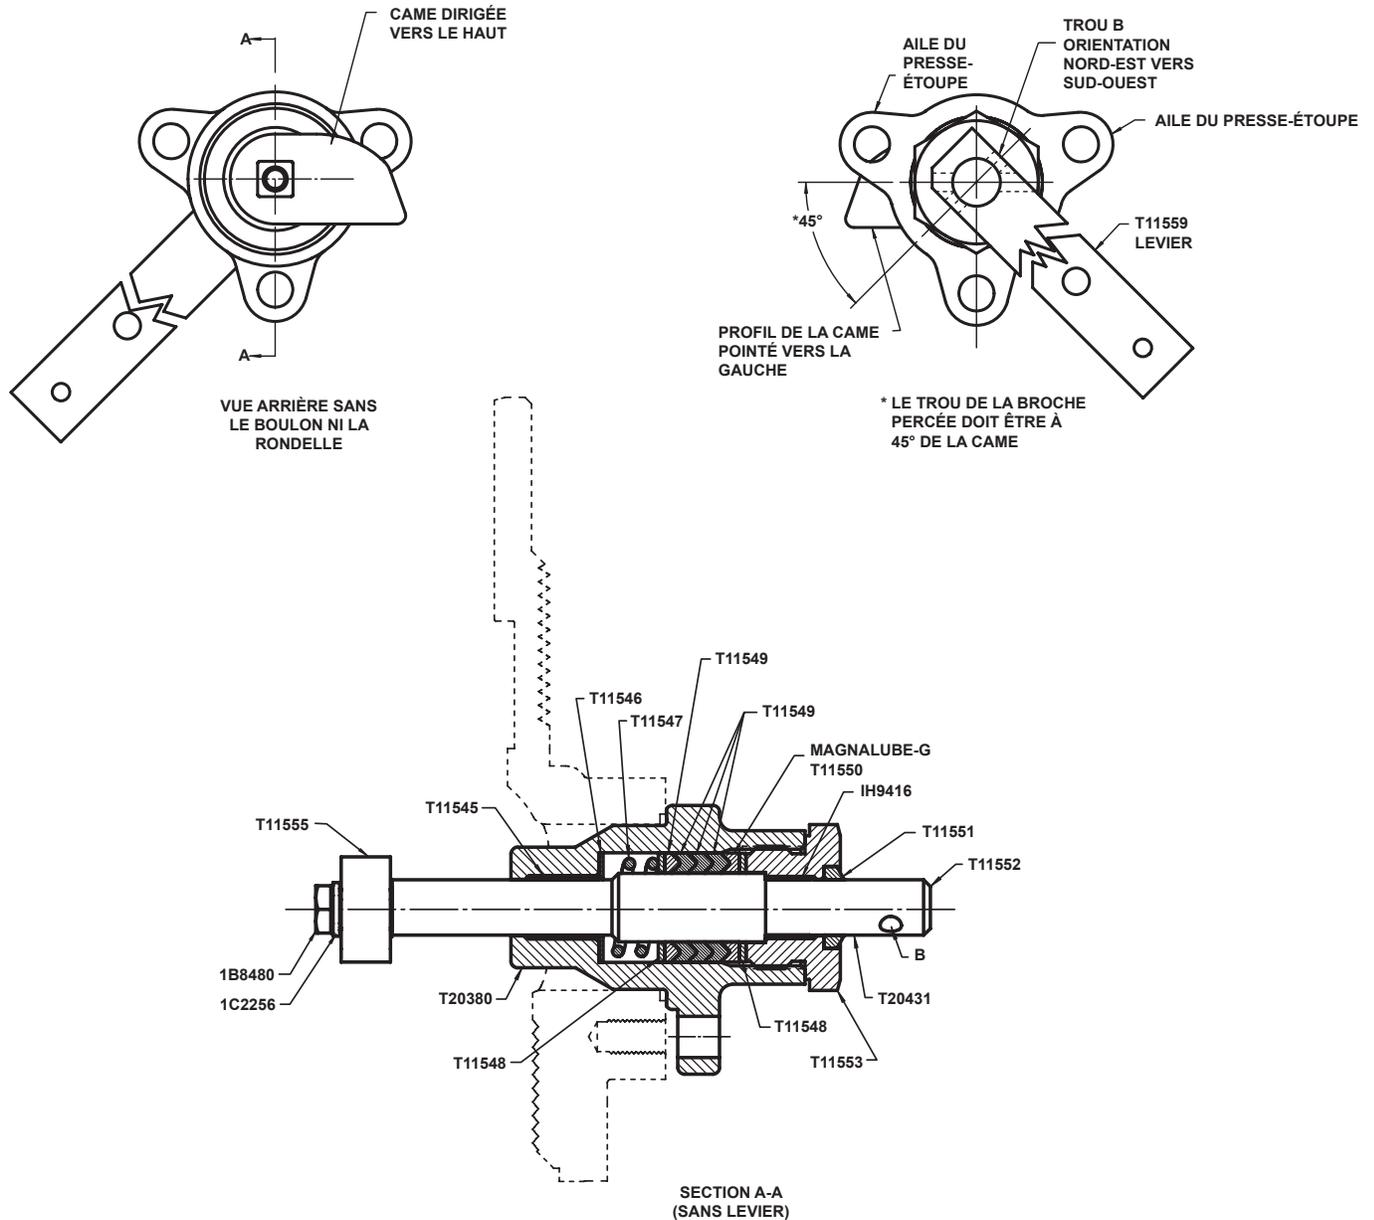

Figure 3. Orientation du demi-arbre
Les numéros entre parenthèses font référence aux numéros des figures 3, 5 et 6.
9. Orienter la came et le demi-arbre (voir figure 3)
Voir la figure 3 en visualisant l'extrémité du demi-arbre (a) par laquelle est attaché le levier ou l'actionneur.
3. Les deux ailes du presse-étoupe doivent être en haut, comme illustré sur la figure 3.